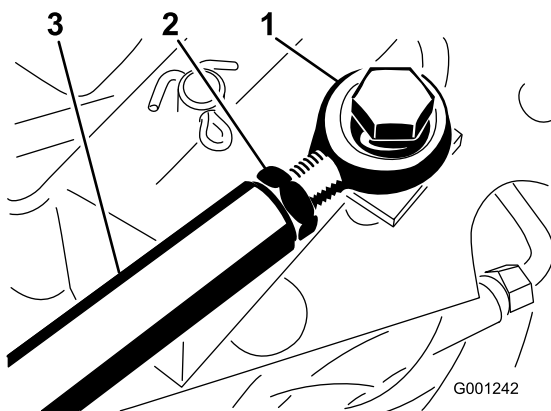

Figure 80
Si un autre réglage est nécessaire, réglez la tige de commande de déplacement (Figure 80) comme suit :
2. Desserrez l'écrou de blocage qui fixe l'extrémité tige à la tige de commande de déplacement (Figure 80).
4. Serrez l'écrou de blocage (Figure 80) et fixez l'extrémité de la tige à la pédale de déplacement avec le boulon et l'écrou retirés pour bloquer l'angle de la pédale.